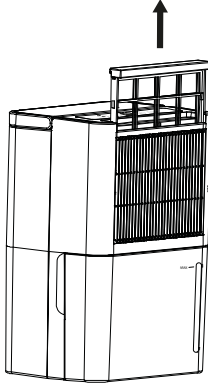

Fig. 6
- ◆ Luftfilteret **3** sidder bag luftindgangsgitteret **2**. Hold med fingrene på kanten af luftfilteret **3** og tag det af produktet oppefra (se fig. 6).